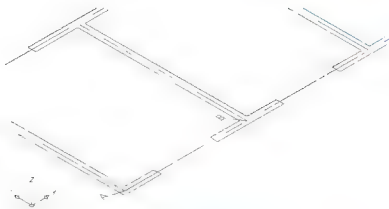
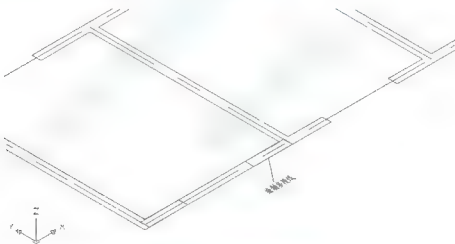

图 6.6 西南等轴测视图
图 6.7 绘制带有宽度的多段线
(2) 执行菜单栏中的【视图】|【三维视图】|【西南等轴测】命令,并用【窗口缩放】命令将视图调整图 6.6 所示的状态。
(3) 打开【对象捕捉】,并启动【多段线】命令。
① 在指定起点:提示下,捕捉图 6.6 中所示的 A 点作为多段线的起点。
② 在指定下一个点或[圆弧(A)/半宽(H)/长度(L)/放弃(U)/宽度(W)];提示下,输入“W”后按 Enter 键。
- ③ 在指定起点宽度<0.0000>: 提示下, 输入“240”后按 Enter 键。
- ④ 在指定端点宽度 240.0000 : 提示下, 按 Enter 键执行尖括号内的默认值“240.0000”。这样, 将多段线的宽度由“0”改为“240”。
- ⑤ 在指定下一点或 [圆弧(A)/闭合(C)/半宽(H)/长度(L)/放弃(U)/宽度(W)]: 提示下, 捕捉如图 6.6 中所示的 B 点作为多段线的终点, 按 Enter 键结束命令。结果绘制出一条宽度为 240mm 的二维多段线, 如图 6.7 所示。